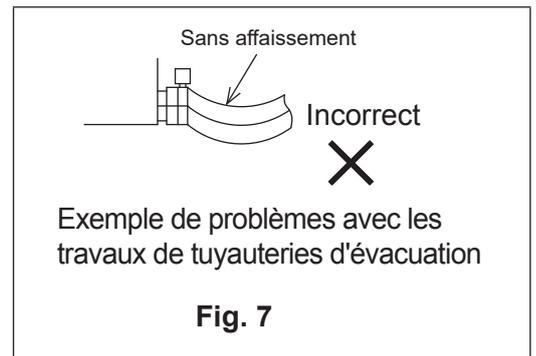

Fig. 7
- Ne laissez pas le flexible d'évacuation (4) s'affaisser dans l'unité BS. **(Reportez-vous à la Fig. 7.)**